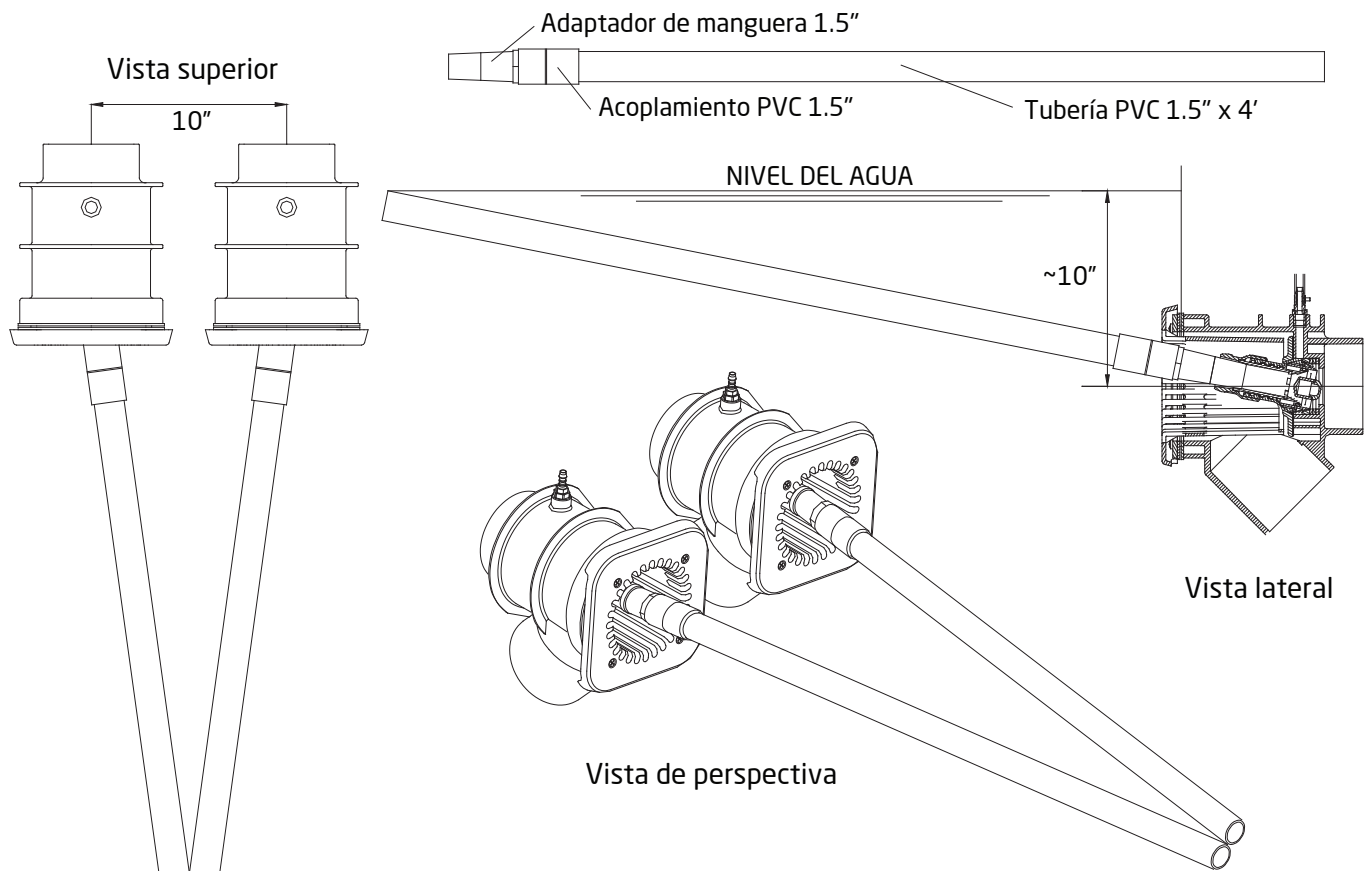

Figura 4
4. Poner los extremos de las herramientas de ajuste juntas para que se toquen entre las carcasas de chorro. Luego levantar las herramientas juntas para que los extremos toquen la superficie del agua. (Ver Figura 4)